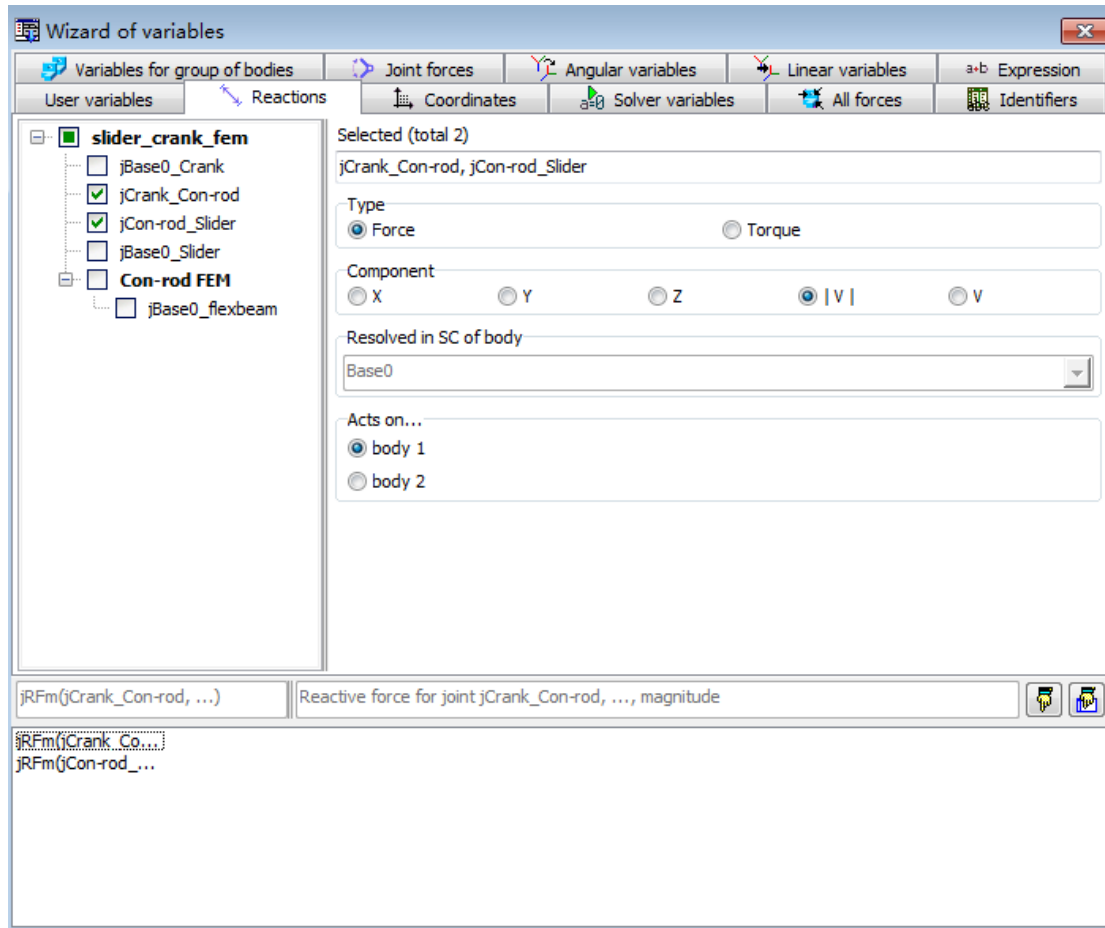

图 1.28
8. 选择菜单 **Tools | Wizard of variables**，打开变量向导，创建两个支反力 **jCrank_Con-rod** 和 **jCon-rod_Slider**，如图 1.28 所示(Reaction 页面)，并拖入绘图窗口，然后关闭变量向导。